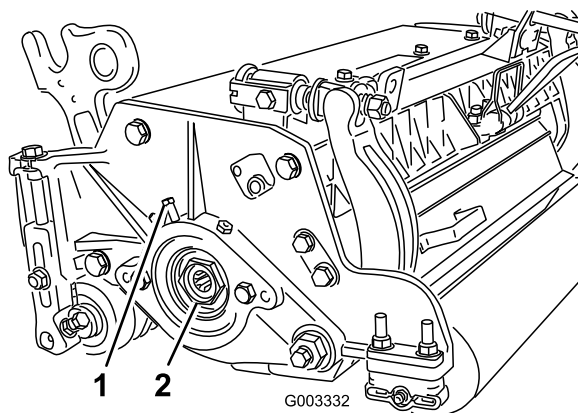

図 33
- A. カッティングユニットの左側にあるベアリングハウジングにベアリング調整ナットを固定している固定ネジをゆるめる 図 33。